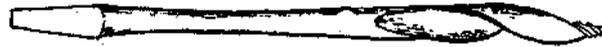

Fig. 61
*Verruma* (Fig. 61). — Pequeno instrumento de aço que serve para abrir furos em madeira.